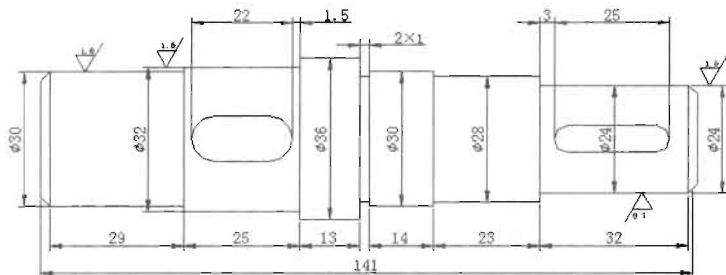

图 8-102
(1) 复制表面粗糙度符号。在命令行中输入 Copy (复制) 命令或者单击“修改”工具栏中的“复制”按钮, 将符号复制到如图 8-102 所示的位置。